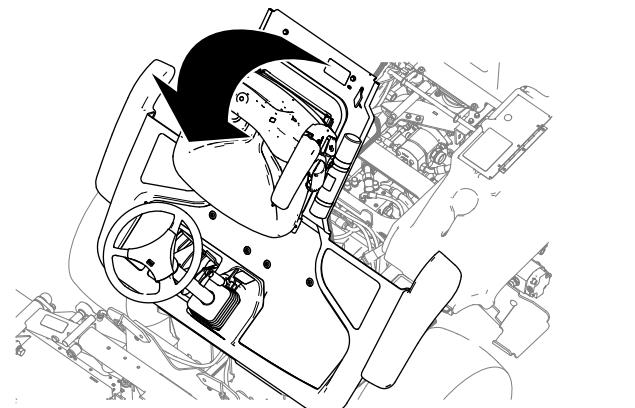

Figura 44
- Eleve la plataforma (Figura 44).